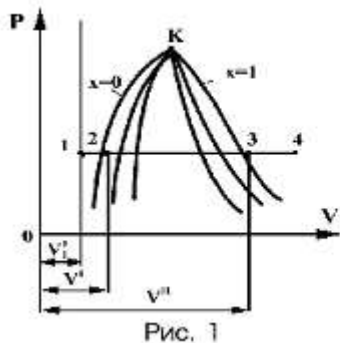

Рис. 1
22. В каком из газовых процессов работа не совершается (показать на рис. 1)?
24. В каком из газовых процессов работа совершается за счет изменения внутренней энергии? (Показать на рис. 1.)
1. Соотношение параметров для термодинамического газового процесса, показанного на рис. 1 цифрой 3.
2. Соотношение параметров для термодинамического газового процесса, показанного на рис. 1 цифрой 4.
3. Соотношение параметров для термодинамического газового процесса, показанного на рис. 1 цифрой 5.
4. Соотношение параметров для термодинамического газового процесса, показанного на рис. 1 цифрой 2.
5. Соотношение параметров для термодинамического газового процесса, показанного на рис. 1 цифрой 1.
6. В каком из газовых процессов, показанных на рис. 1, показатель политропы равен 0?
7. В каком из газовых процессов, показанных на рис. 1, показатель политропы равен ∞
8. В каком из газовых процессов, показанных на рис. 1, показатель политропы равен $1 < n < K$?
9. В каком из газовых процессов, показанных на рис. 1, показатель политропы $n = K$?
10. В каком из газовых процессов, показанных на рис. 1, показатель политропы равен 1?
11. Чему равен показатель политропы для газового процесса, обозначенного на рис. 1 цифрой 5?
12. Чему равен показатель политропы для газового процесса, обозначенного на рис. 1 цифрой 4?
13. Чему равен показатель политропы для газового процесса, обозначенного на рис. 1 цифрой 3?
15. Чему равен показатель политропы для газового процесса, обозначенного на рис. 1 цифрой 1?
16. Как рассчитать работу за процесс, показанный на рис. 1 цифрой 3?
17. Как рассчитать работу за процесс, показанный на рис. 1 цифрой 4?
18. Как рассчитать работу за процесс, показанный на рис. 1 цифрой 5?
19. Как рассчитать работу за процесс, показанный на рис. 1 цифрой 2?
3. Для какого из газовых процессов значение α равно 1? (Показать на рис. 1.)
4. Для какого из газовых процессов значение α равно 0? (Показать на рис. 1.)
5. Для какого из газовых процессов значение $\alpha = \infty$? (Показать на рис. 1.)
6. Для какого из газовых процессов значение $1 = K \alpha$? (Показать на рис. 1.)
4. Показать участок на рис. 1, соответствующий нагреву воды от 273K до температуры кипения.
5. Показать участок на рис. 1, соответствующий процессу парообразования от начала кипения до получения сухого насыщенного пара.
6. Показать участок на рис. 1, соответствующий процессу перегрева пара.
5. Показать на рис. 1 область, где скорость истечения меньше критической.
6. Показать на рис. 1 область, где скорость истечения равна критической.
4. Показать на рис. 1 площадь, эквивалентную работе, затраченной за цикл компрессорной холодильной установки.